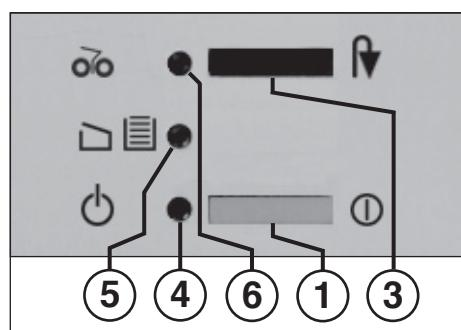

Abb. 1
#### 1 = Druckschalter (Abb. 1) „Betriebsbereit“ / „Aus“
#### 3 = Druckschalter (Abb. 1)
#### 4 = Kontroll-Anzeige (Abb. 1)
#### 5 = Kontroll-Anzeige (Abb. 1)
#### 6 = Kontroll-Anzeige (Abb. 1)
- Maschine am Druckschalter (1) (Abb. 1) einschalten. Die Kontroll-Anzeige (4) (Abb. 1) leuchtet auf.
Ist der Auffangbeutel gefüllt, schaltet die Maschine ab. Die Kontroll-Anzeige „Behälter voll“ / „Tür offen“ (5) (Abb. 1) **blinkt**. Zum Zeichen des gestoppten Schneidwerks leuchtet gleichzeitig die Kontroll-Anzeige „Papierstau“ / „Stopp“ (6) auf.
- Schieberahmen mit Auffangbeutel einschieben und Türschließen. Die Kontroll-Anzeige (5) (Abb. 1) erlischt.
- Druckschalter „Rückwärtslauf“ / „Stopp“ (3) kurz betätigen. Das Schneidwerk zerkleinert den im Zuführschacht verbliebenen Rest und schaltet dann ab. Die Kontroll-Anzeige (6) erlischt. Die weitere Zerkleinerung kann nun fortgesetzt werden.
- Die Kontroll-Anzeige (6) (Abb. 1) leuchtet auf.
- Druckschalter „Rückwärtslauf“ / „Stopp“ (3) **dauerhaft** betätigen und gleichzeitig das zurückgeführte Schriftgut aus der Maschine nehmen.
- Nach der Entnahme läuft das Schneidwerk automatisch vorwärts, zerkleinert den im Zuführschacht verbliebenen Rest und schaltet dann ab. Die Kontroll-Anzeige (6) (Abb. 1) erlischt.
**Hinweis:** Ist eine Entnahme nicht möglich, muss erneut der Druckschalter „Rückwärtslauf“ / „Stopp“ (3) kurz betätigt werden. Das Schneidwerk wiederholt jetzt den zuvor beschriebenen Vorgang automatisch so oft, bis der im Schneidwerk verbliebene Papierrest durchgelaufen ist.
Sollte der Motor überfordert werden, so schaltet er ab. Schalten Sie das Gerät am Druckschalter (1) (Abb. 1) aus.